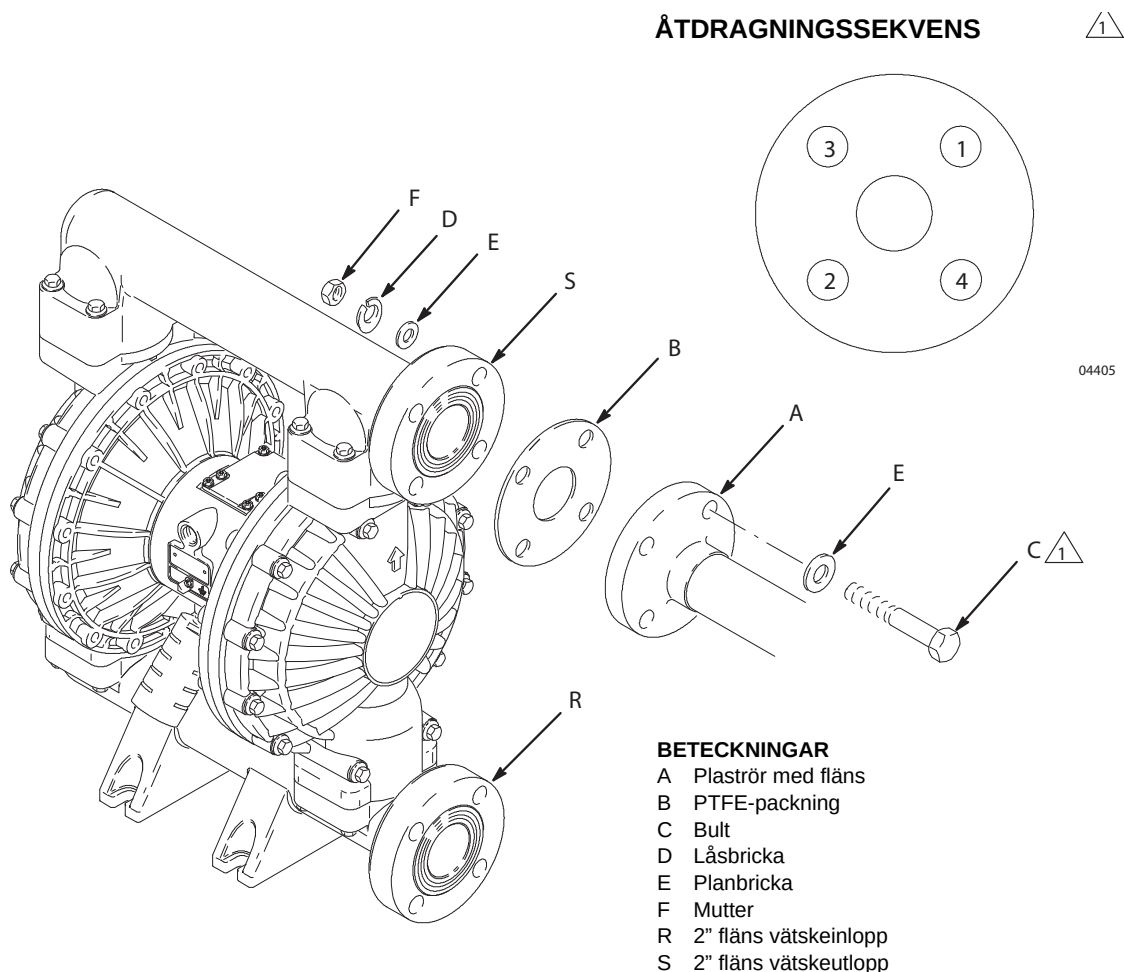

Fig. 3
1. Sätt på en planbricka (E) på varje bult (C). Se **Fig. 3**.
2. Rikta in hålen i packningen (B) och rörflänsen (A) mot hålen i utloppsflänsen (S) på pumpen.
3. Smörj gängorna på de fyra bultarna. Stick in bultarna i hålen och sätt på brickor (E), låsbrickor (D) och muttrar (F).
4. Håll fast muttrarna med en nyckel. Se åtdragningssekvensen i Fig. 3 och dra åt bultarna till moment 27 till 41 Nm (20 till 30 ft-lb). **Dra inte åt för hårt.**
5. Gör samma sak för pumpens inloppsfläns (R).